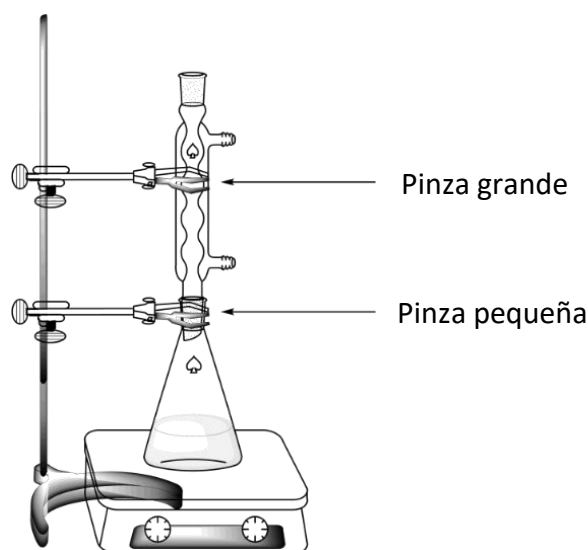

Figura 1. Sistema para calentar la mezcla de reacción a reflujo
4. **Conecta** el refrigerante abriendo la pinza grande y desplazándolo (ver Figura 1). Asegúrate que los esmeriles queden ajustados. **Levanta** tu tarjeta HELP. Un asistente de laboratorio vendrá para abrir el agua y prender la plancha calefactora.
2. **Realiza** la recristalización del producto crudo, que se encuentra en el matraz Erlenmeyer con boca esmerilada de 50 mL, con la cantidad adecuada de la mezcla agua/etanol preparada en el punto 1 utilizando el mismo sistema de reflujo que en la parte anterior (ver Figura 1). **Levanta** tu tarjeta HELP. Un asistente de laboratorio vendrá para abrir el agua y prender la plancha calefactora. **Agrega** el solvente por arriba del refrigerante.